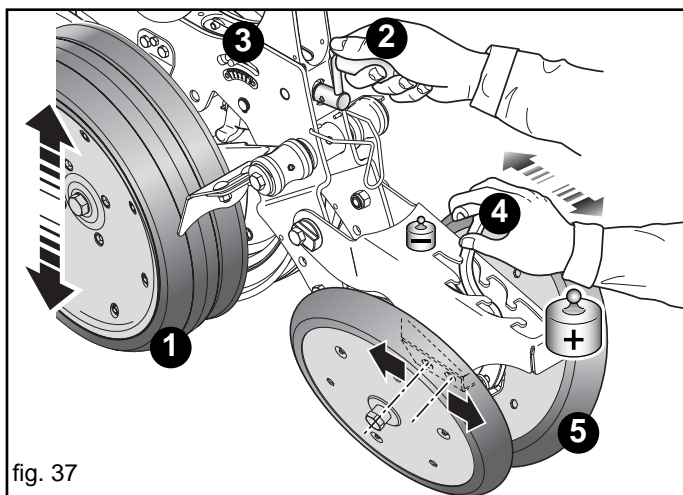
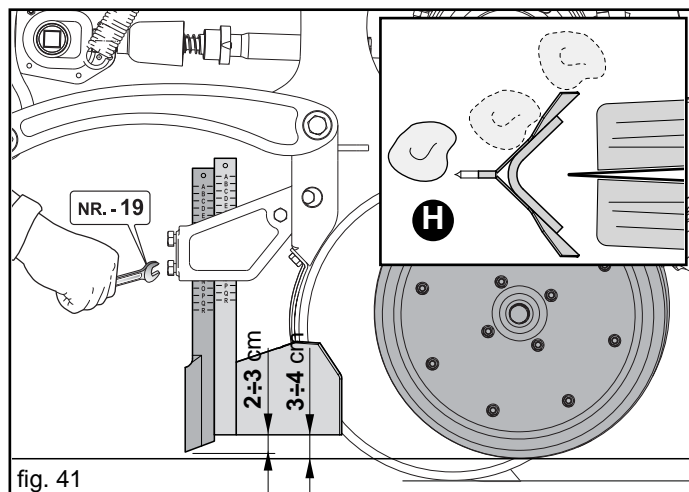

fig. 37
fig. 41
Die Aussaatiefe einstellen, indem die Höhe der beiden seitlichen Räder (1, Abb. 37) mittels der Kurbel (2, Abb. 37) verändert wird. Ein nummerierter Zeiger (3, Abb. 37) ermöglicht es alle Elemente auf das gleiche Maß einzustellen.
- Den Druck der geneigten Hinterräder (5, Abb. 37) zum Zustreichen und Kompaktieren der Saatspur mit der Kurbel (4, Abb. 37) einstellen.
Für eine korrekte und gleichmäßige Aussaat ist der vordere Klutenräumer von großer Bedeutung, da er die Spur der Tiefenräder des Säelements (1, Abb. 37) von den größeren Erdschollen (H, Abb. 41) befreit, die zu einer unregelmäßigen Sätiefe führen könnten.
- Den vorderen Klutenräumer nur am äußeren Säelement auf 3÷4 cm über die von den Tiefenrädern des Säelements geschaffene Höhe (Abb. 41) und den vorderen Aufsatz bis auf einen Abstand von zirka 2÷3 cm zu dem Flügel des Klutenräumers absenken.